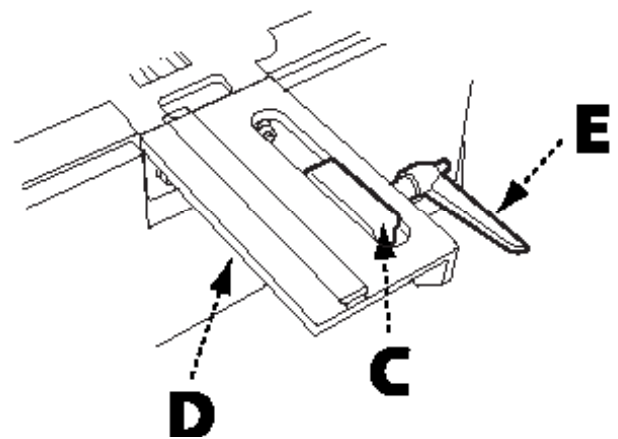

FIGURA 3
3. Sujete la placa de montaje del tope guía (A) al tope guía (B) usando los tornillos de cabeza de sombrero M8 x 25 mm y las arandelas de seguridad de 8 mm. Vea la figura 3.